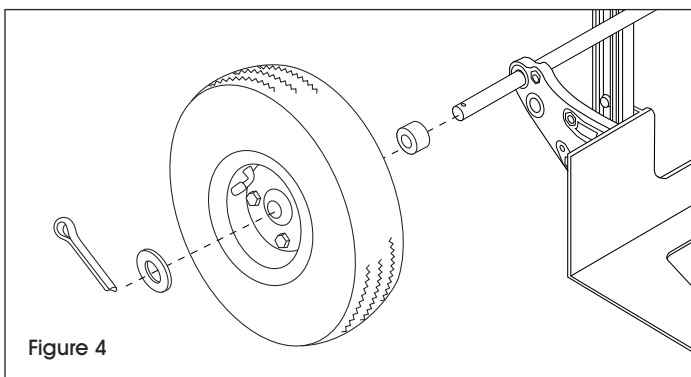

Figure 4
3. Enflez une entretoise à chaque extrémité de l'essieu. Enflez une roue à chaque extrémité de l'essieu. Enflez une rondelle à chaque extrémité de l'essieu. (Voir Figure 4)
4. Insérez une goupille fendue dans le trou à chaque extrémité de l'essieu. Repliez les goupilles à l'aide de pinces afin de fixer les roues en place. Les roues doivent tourner librement. (Voir Figure 4)